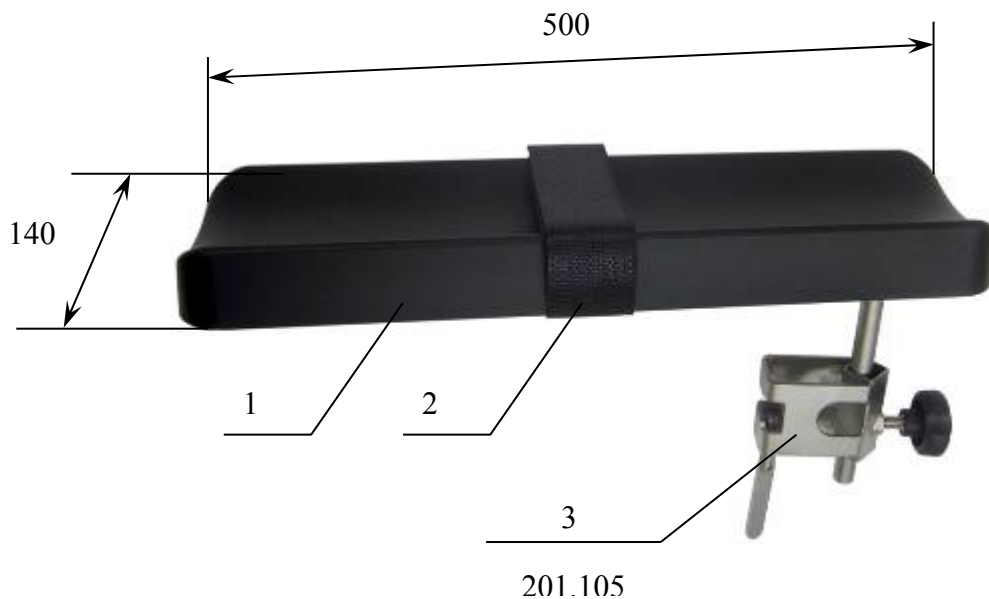

Рисунок 3. Столик для инъекций.
3. Столик для инъекций (опора для руки) (Рисунок 3). Профилированное ложе 1 из литого пенополиуретана, нержавеющие монтажные элементы. Регулируется по высоте и поворачивается вокруг вертикальной оси. Рентгенопрозрачен. Оснащен зажимом 201.105 и фиксирующим ремнем. Максимальная допустимая нагрузка – 15 кг.